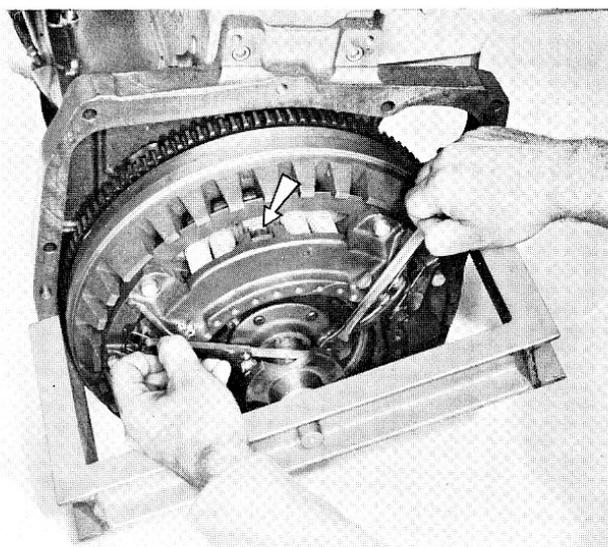
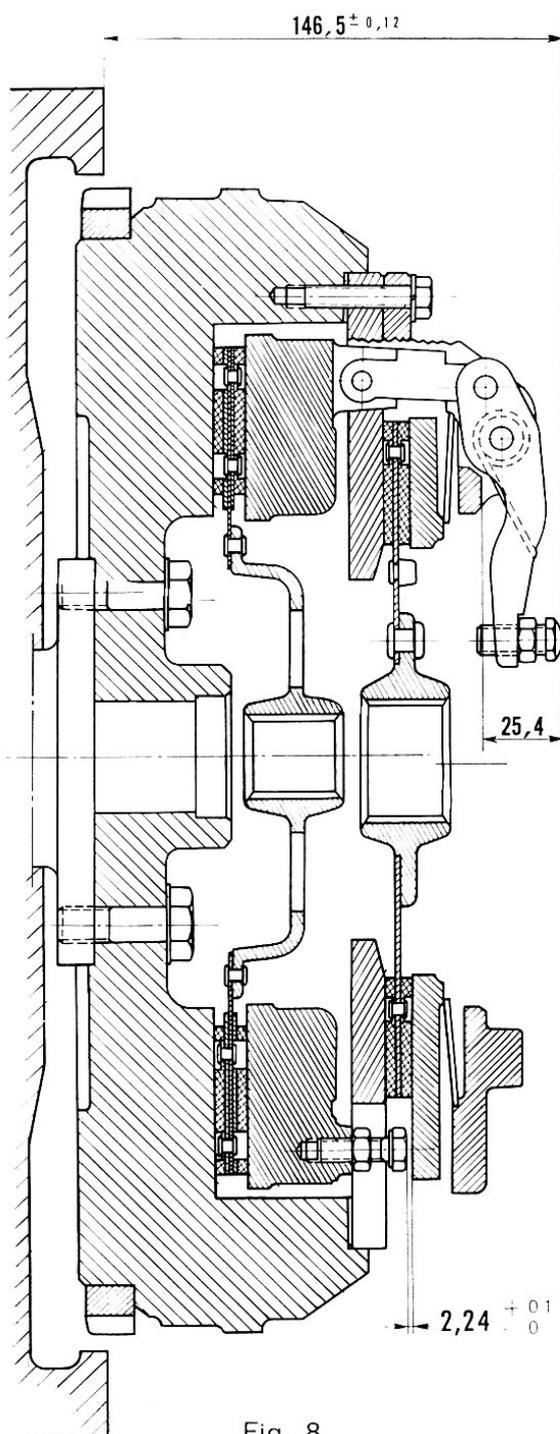
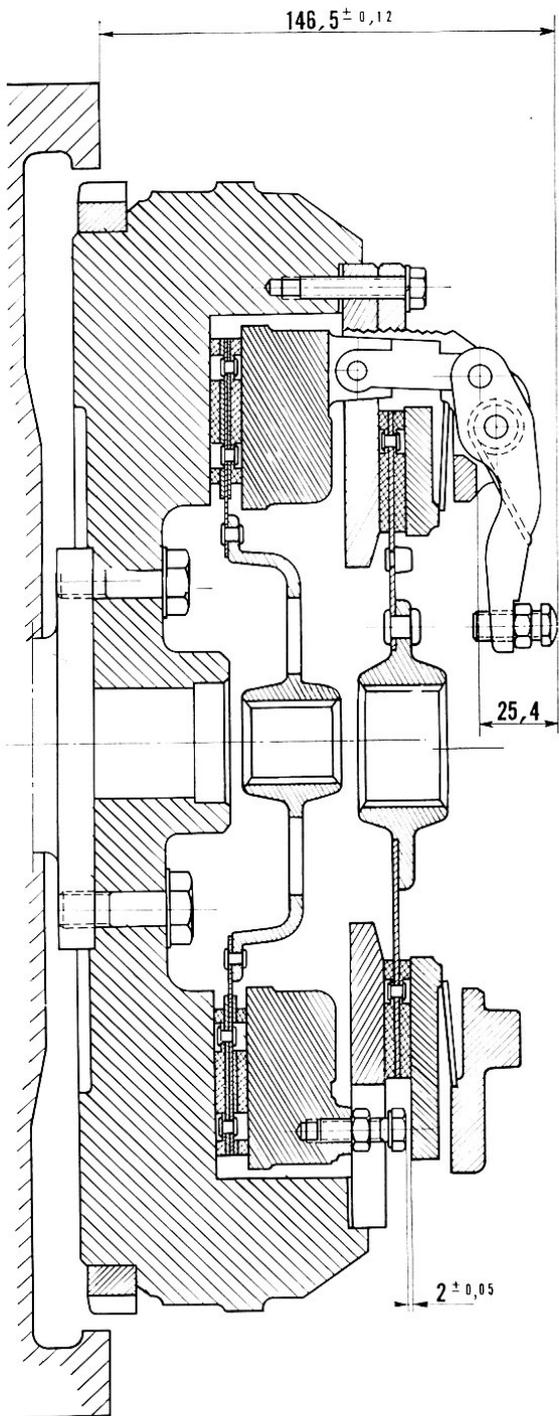

Fig. 7
Fig. 8
Fig. 9
(voir la fig. 8).
(voir la fig. 9).
- 1° Régler les leviers de l'embrayage en amenant les vis en contact avec la pièce mobile du pont ou utiliser une cale d'épaisseur la plus mince possible (0,04 ou 0,05 mm) (fig. 7).
(Voir la flèche de la fig. 7 et la fig. 8.)
(Voir la flèche de la fig. 7 et la fig. 9.)